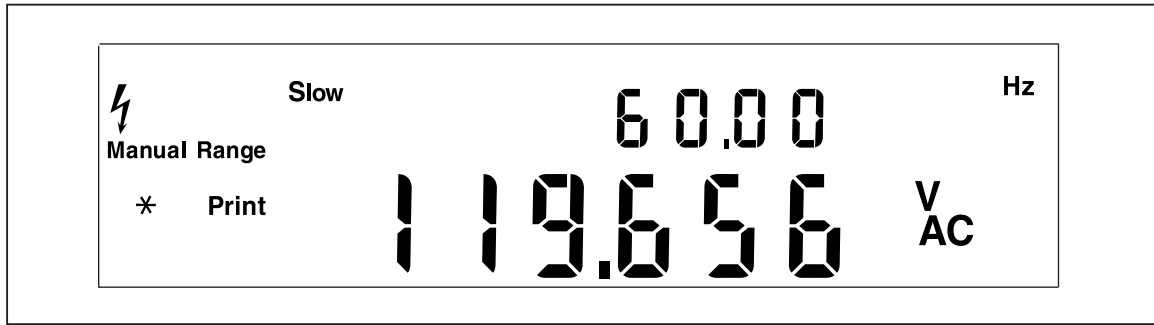

Figure A-1. Exemple d'affichage double affichant les volts c.a. et la fréquence
5. Insérez les sondes du cordon de mesure dans une prise murale. L'affichage apparaîtra semblable à la Figure A-1. L'affichage réel dépend de la source d'énergie locale.